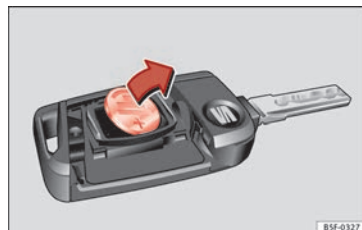

Fig. 134 Chave do veículo: extrair a pilha.
- Extraia a pilha do compartimento com um objeto fino adequado »» **Fig. 134.**
- Coloque a pilha nova no compartimento, pressionando-a tal como se mostra »» **Fig. 134**, no sentido contrário ao da seta »» **!**